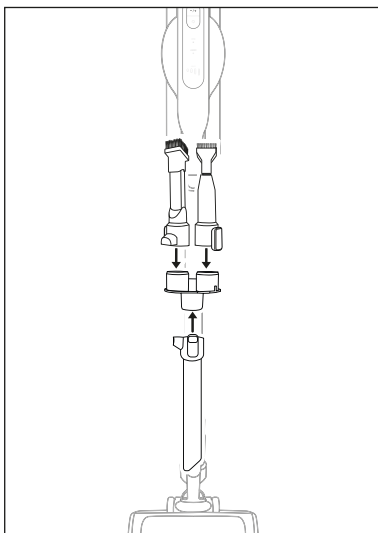

Abb. 17
- ◆ Entfernen Sie Zubehör vom Gerät und stecken Sie es zur Aufbewahrung auf die Zubehöralterung **17** (siehe Abbildung 17).